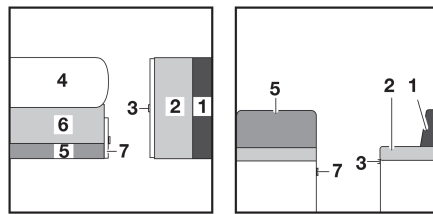

Fig. 163 Avant la transformation
- Agrandir la table (Fig. 163,4) et la transformer en sommier de lit (voir paragraphe 7.9).
- Tirer la poignée et ouvrir le portillon (Fig. 163,7).